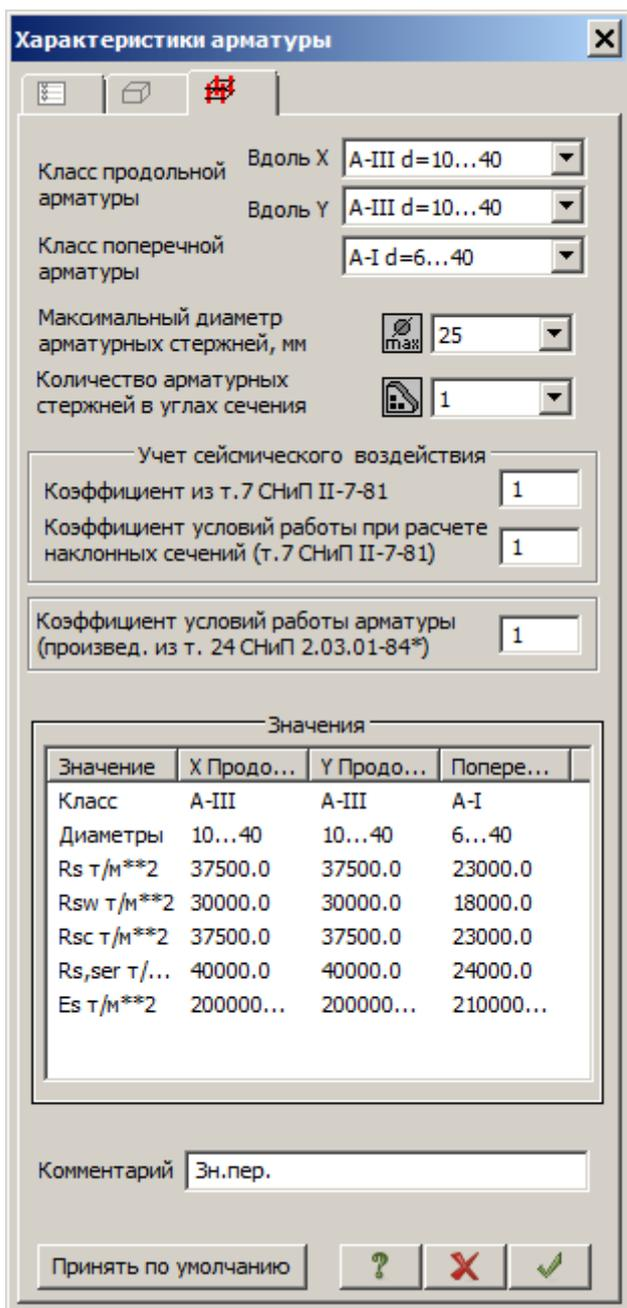

Рис.6.34. Диалоговое окно **Характеристики арматуры**
- На экран выводится диалоговое окно **Характеристики арматуры** (рис.6.34), в котором в раскрывающемся списке **Максимальный диаметр арматурных стержней** выберите строку соответствующую диаметру арматуры **25 мм**.